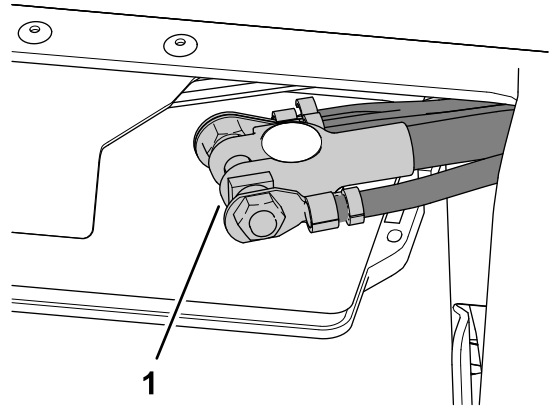

Figura 23
1. Conecte el terminal del cable negativo de la batería al borne negativo de la batería, y apriete la tuerca del terminal a mano (Figura 23).